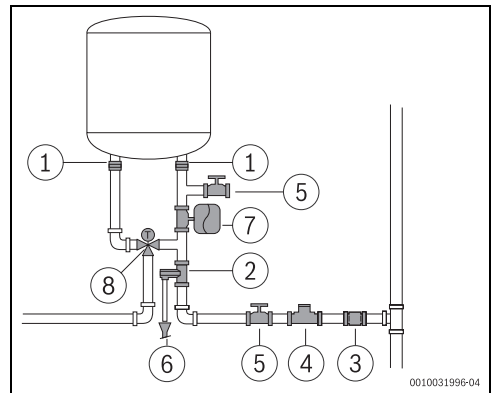

Fig. 15
- ▶ Il est recommandé d'installer un robinet thermostatique (Fig. 15, [8]) sur le tube de sortie de l'appareil si des tubes PEX sont utilisés. Il doit être réglé pour correspondre aux performances du matériel utilisé.
- ▶ Ne jamais installer d'accessoires (autres que ceux indiqués dans la fig. 15) entre la soupape de sécurité et l'entrée d'eau froide sanitaire (côté droit) de l'appareil.
- ▶ installer un réducteur de pression (Fig. 15, [4]). La soupape de sécurité se déclenche lorsque la pression d'eau dans l'appareil est supérieure à 8 bars (± 1 bar), et il est donc nécessaire de prévoir un moyen d'évacuer cette eau.
- ▶ installer un vase d'expansion (Fig. 15, [7]) pour empêcher l'ouverture trop fréquente de la soupape de sécurité. Le volume du vase d'expansion doit être équivalent à 5 % du volume de l'appareil.